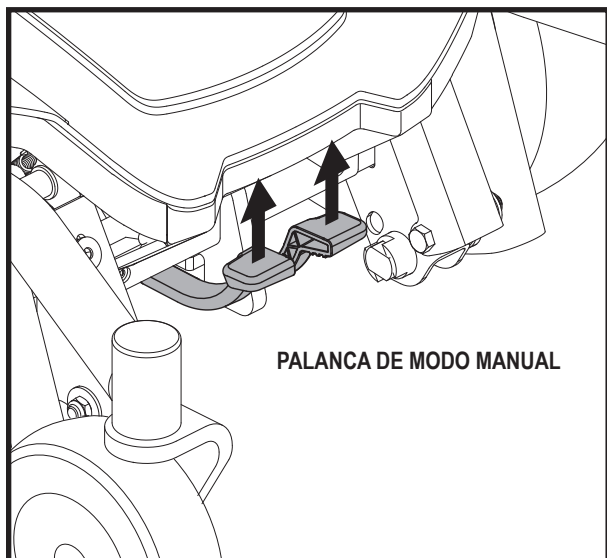

Figura 4. Modo conducción (motor activado)
2. Tire de las dos palancas hacia arriba para activar los motores (modo conducción). Ver figura 4.